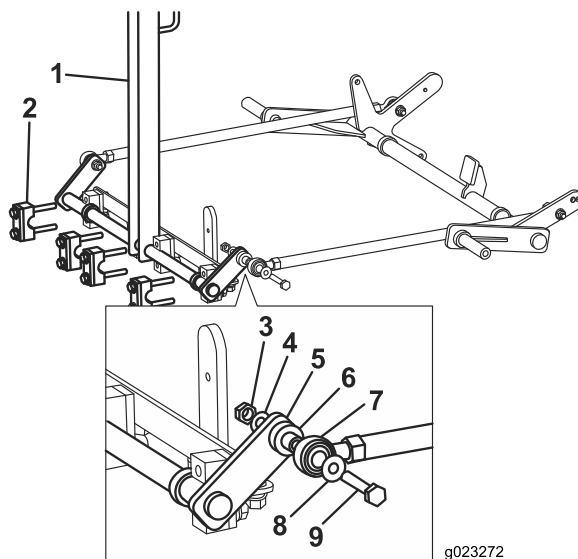

Figura 4
2. Inserite il bullone nella rondella e l'estremità dell'asta, la boccola, la barra, la rondella e fissate con il dado (Figura 4). Non serrate i dadi. Successivamente, nel corso della procedura, allentate i dadi per consentire la regolazione della barra di traino.